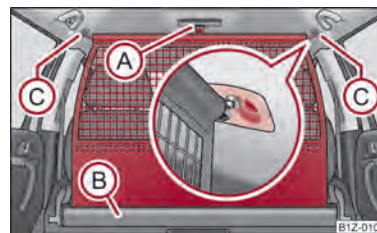

Fig. 64 Retirar la red divisoria del maletero
- Tire de la red divisoria por la lengüeta (A) → fig. 64 y sáquela de la caja (B).
- Monte la barra transversal en el alojamiento (C), primero en un lado, y presione la barra transversal hacia delante.
- Sujete de igual modo la barra transversal en el otro lado del vehículo, alojamiento (C).